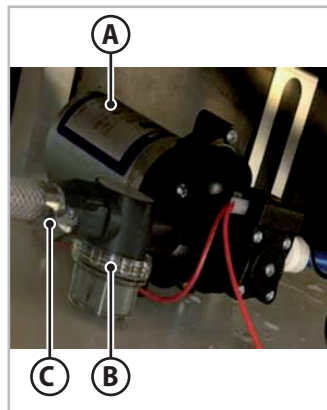

Fig. 7.1 - Eksternt vannpumpefilter
3. Få tilgang til vannpumpen (A - Fig.7.1) ved å fjerne putene fra dinettesofaen og ta av dekslet til vanntankkrommet.
4. Skru av plastkoblingen (C - Fig.7.1) som kobler filteret til eksosrøret.
5. Skru av det gjennomsiktige dekslet (B - Fig.7.1) på filteret og fjern filterhuset.
Rengjør ekspansjonsbeholderen regelmessig (Fig.7.1) , spesielt når vannet renner uregelmessig fra kranene til tross for: